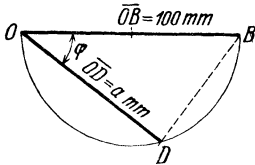

Abb. 118. Konstruktion einer Winkelgröße aus  $\cos \varphi$
1.  $\cos \varphi = a$  ( $a$  dm Wert aus der Tabelle), beschreibe mit 0,5 dm (50 mm) Radius einen Halbkreis über  $\overline{OB} = 1$  dm (100 mm) und trage von  $O$  aus  $\overline{OD} = a$  dm als Sehne ein (Abb. 118), dann ist  $\sphericalangle DOB = \varphi$ : denn in dem rechtwinkligen  $\triangle ODB$  ist  $\cos \varphi = \frac{\overline{OD}}{\overline{OB}} = \frac{a \text{ dm}}{1 \text{ dm}}$ , oder